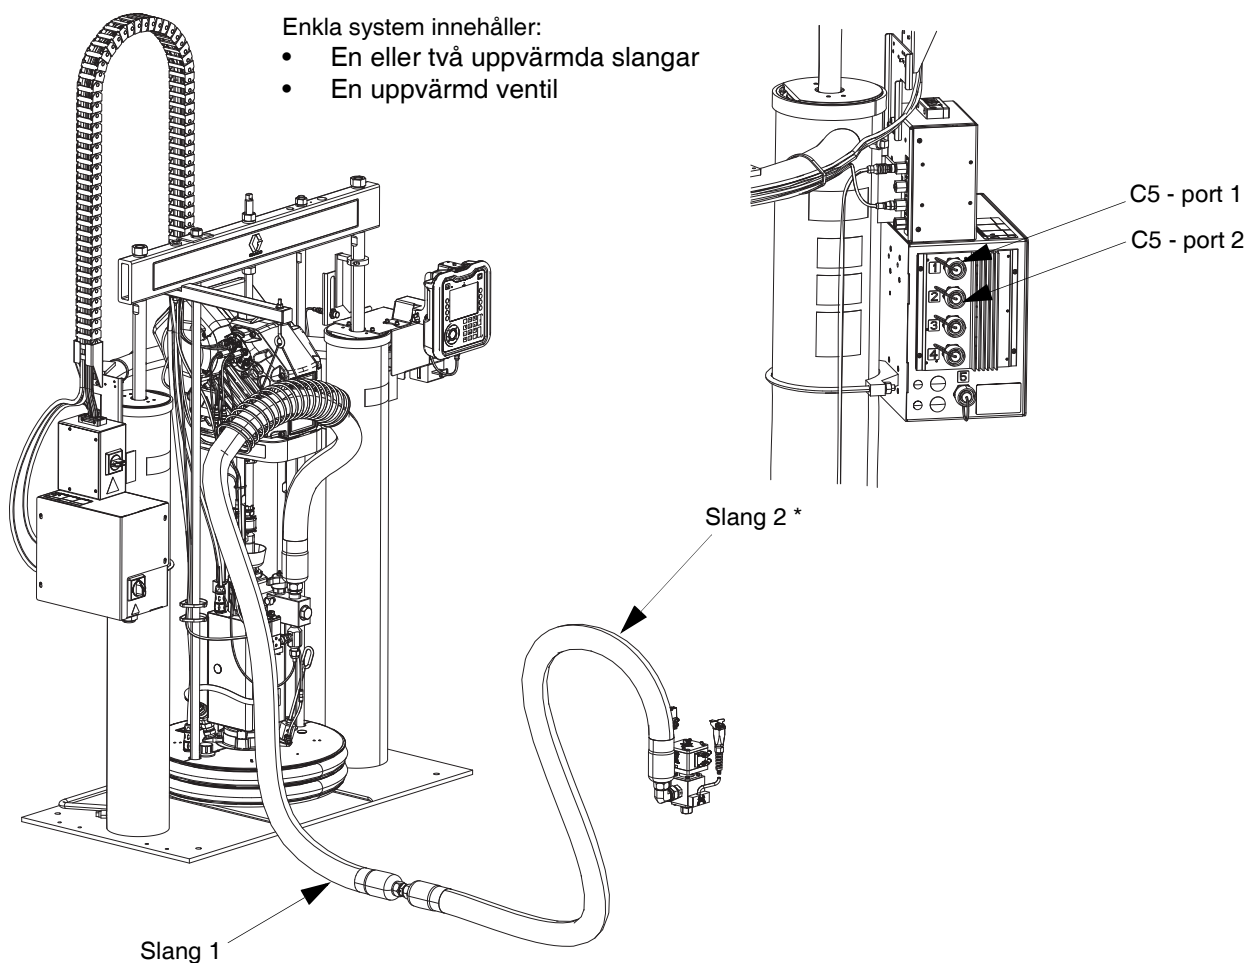

FIG. 25
- Uppvärmad ventil - kvadratiska elektriska anslutningar från slang 2 till axiell utmatningsventil (B). Se FIG. 25.